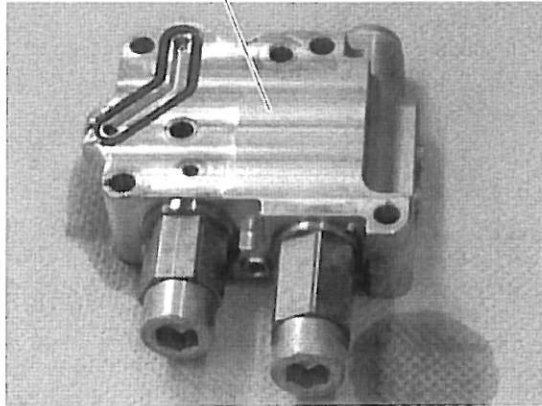

Bild 3
3. Das alte Ölkühlermodul demontieren und entsorgen. Siehe Bild 3.